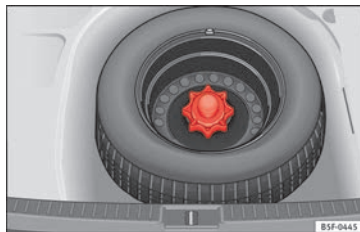

Bild 243 Nödhjul: upplyft golvpanel.
- Lyft upp och håll upp golvpanelen för att ta fram nödhjulet » » **bild 243**.